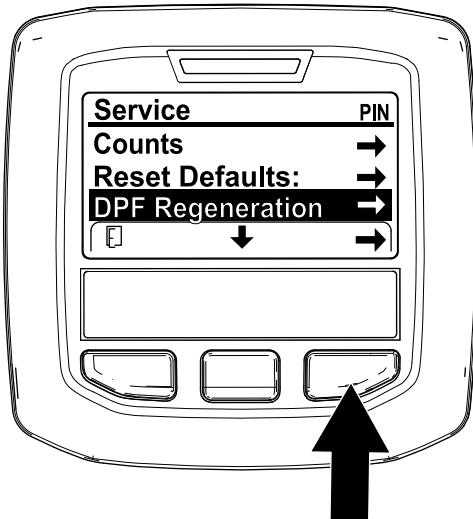

Figura 28
1. Acceda al menú Service (Servicio), pulse el botón central para desplazarse hacia abajo, hasta la opción DPF REGENERATION (Regeneración de DPF) (Figura 28).
- Pulse el botón derecho para seleccionar la opción DPF Regeneration (Regeneración de DPF) (Figura 28).